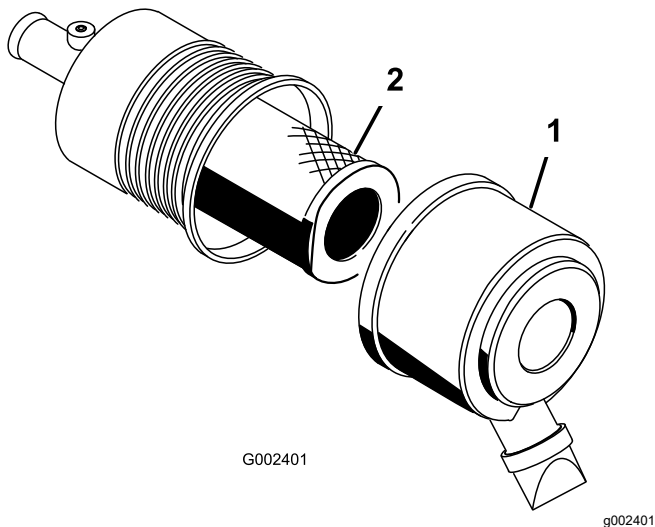

図 33
1. エアクリーナのリッチを外し、ボディーからカバーを抜き出す 図 33。
3. エアクリーナのボディーから、フィルタをすずかに引き出す (図 33)。
5. フィルタをゆっくり押し込むようにしてボディチューブに取り付ける 図 33。
6. 上下方向を間違えないように、エアクリーナカバーを正しく取り付け、リッチを掛ける 図 33。